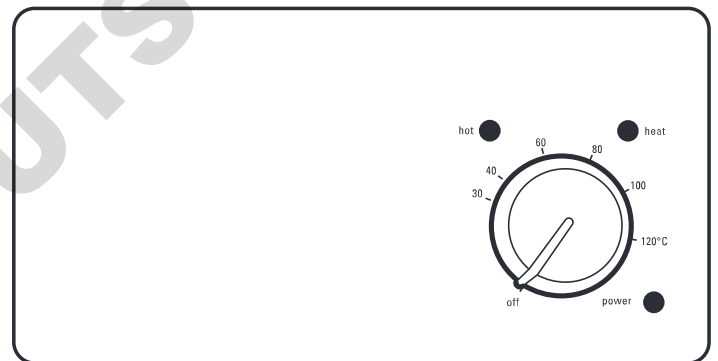

Figura 4 - comandi analogici
2. Si accende la spia "power" - vedere la figura 4.
3. La temperatura desiderata può essere impostata agendo sulla manopola di regolazione contrassegnata "heat" sul lato destro del quadro di comando - vedere la figura 4. La rotazione della manopola alla posizione contrassegnata "off" spegne l'apparecchio, altrimenti i valori stampati intorno alla manopola indicano la temperatura impostata.
quadro di comando - vedere la figura 4.
- Qualora la temperatura dei blocchi superi i 50°C, si accende a luce pulsante la spia rossa contrassegnata "hot" per segnalare che la temperatura dei blocchi è troppo alta per toccarli - vedere la figura 4. La spia rimane accesa anche se l'apparecchio viene spento agendo sulla manopola posta sul frontalino di comando purché l'apparecchio rimanga sotto tensione e l'interruttore di accensione posto sul retro dell'apparecchio rimanga acceso.